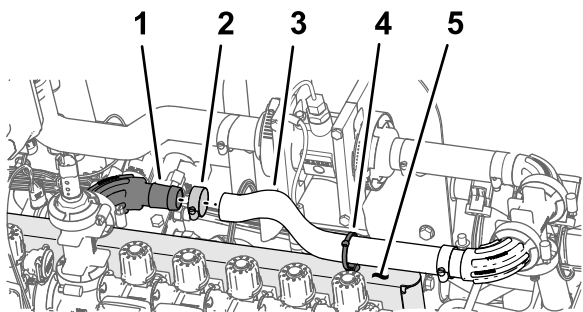

图112
1. 如图112所示将软管1 x 16 英寸安装到 90 度法兰接头1 英寸。
2. 用软管夹将软管固定至法兰接头图112。
3. 如图112所示将扎带/压入式紧固件安装到阀门安装架顶部的孔中。
4. 将扎带/压入式紧固件图112固定到软管1 x 16 英寸上。